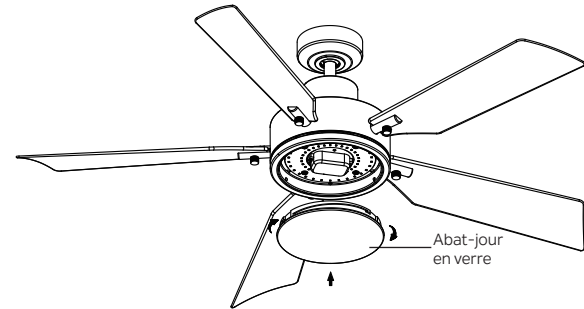

Fig. 23
Étape 2. Fixez l'abat-jour en verre à la plaque d'éclairage en tournant dans le sens des aiguilles d'une montre. Tournez progressivement l'abat-jour en verre jusqu'à ce qu'il s'enclenche sur la plaque d'éclairage. NE SERREZ PAS TROP. (Fig. 23)